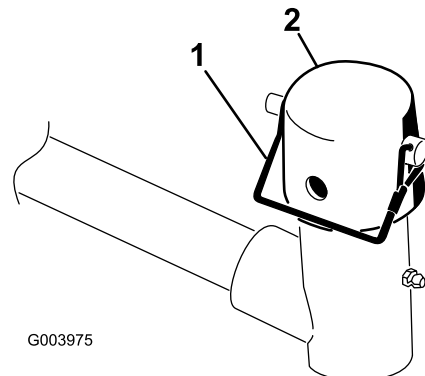

Bild 7
6. Nehmen Sie den Einraststift und die Kappe vom Gelenkjoch des Hubarms ab (Bild 7).
10. Befestigen Sie die Kappe und die Trägerrahmenwelle mit dem Einraststift am Hubarmjoch (**Bild 7**).